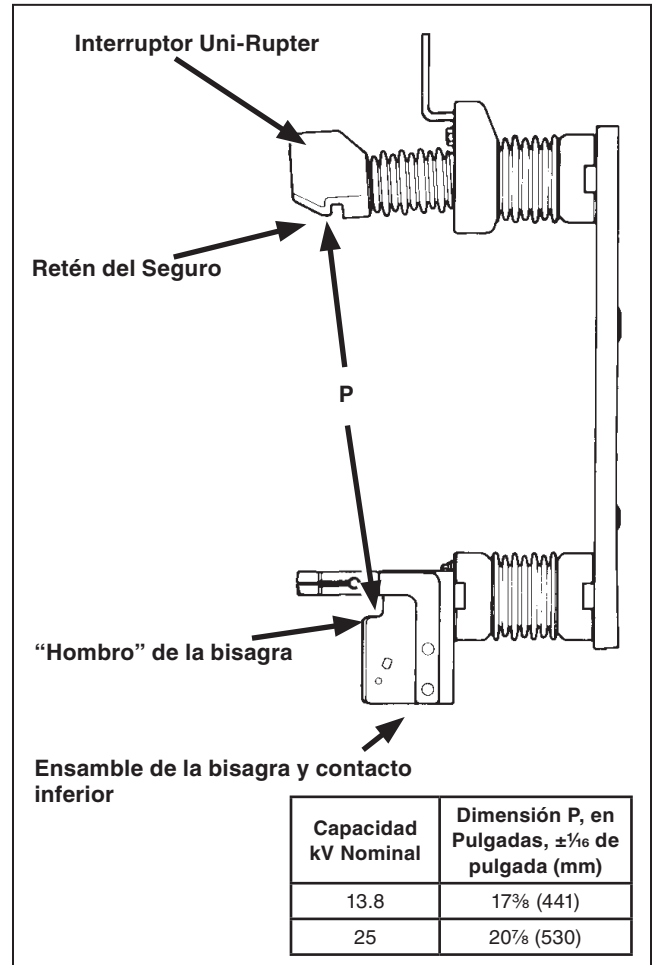

Figura 1. Separación correcta entre el retén del seguro y el “hombro” de la bisagra.
PASO 1. Mida con precisión la distancia entre el borde inferior del retén del seguro del Interruptor Uni-Rupter y el “hombro” del ensamble de la bisagra y contacto inferior (Dimensión P en la Figura 1). Verifique para estar seguro que la Dimensión P se encuentra dentro de los límites de tolerancia especificados en ambos lados del Interruptor Uni-Rupter. En caso de que sea necesario realizar ajustes, afloje un poco los tornillos de montaje que sujetan el aislador del extremo de la bisagra a la base. Después, mueva el aislador hacia el Interruptor Uni-Rupter o aléjelo de este según sea necesario para que la Dimensión P esté dentro de los límites especificados. Asegúrese de que dicha dimensión se conserve en ambos lados del montaje. Apriete los dos tornillos de montaje.